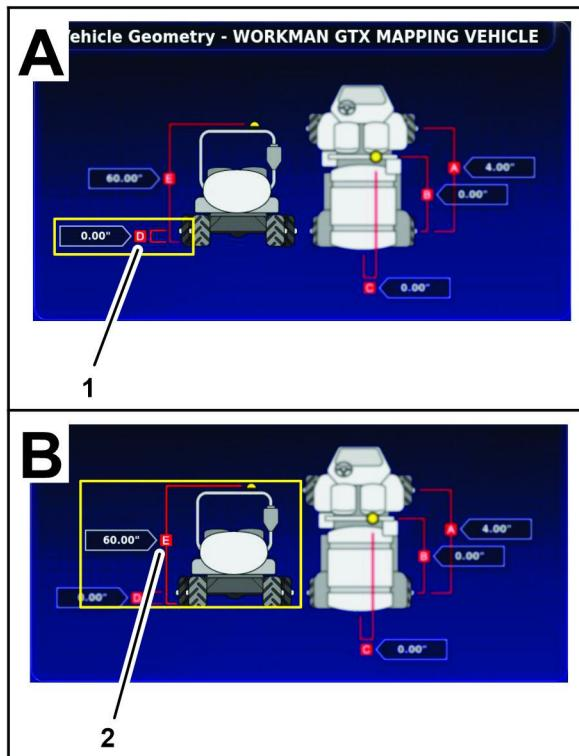

图 183
- 测量后轴中心线与地面之间的距离图 183 并将测量结果记录在几何形状表中。
- 测量卫星接收器顶部与地面之间的距离图 183 并将测量结果记录在几何形状表中。